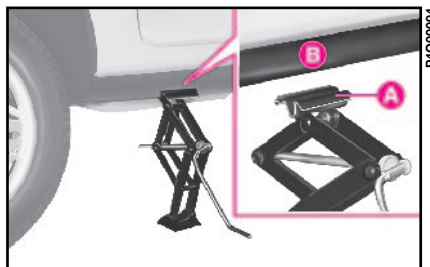

fig. 5
4) Asegúrese de que la ranura **A**-fig. 5 del gato esté bien introducida en la aleta **B** del larguero.